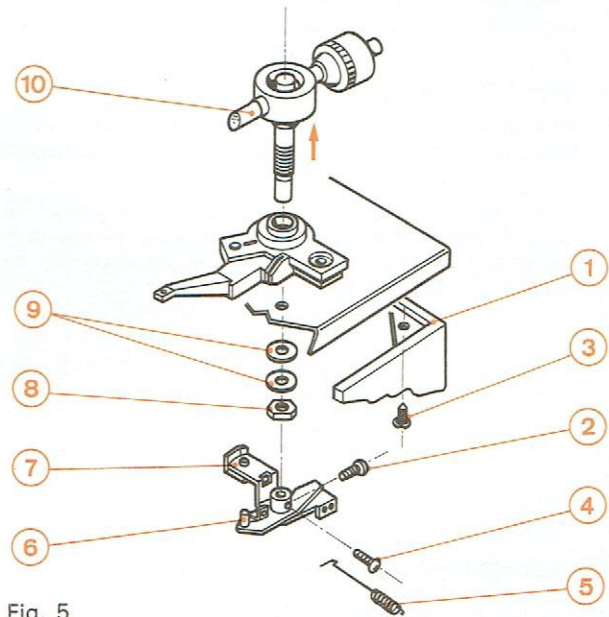

Fig. 5
- 1° – Placer la courroie d'entraînement (A) sur le tambour du plateau. Lors de cette opération, intercaler votre pouce entre le tambour et la courroie et veiller à ce que celle-ci ne soit pas vrillée.
- 3° – A l'aide de votre pouce, placer la courroie sur la poulie (B) du moteur.
C. DEMONTAGE DU BRAS DE LECTURE (Fig. 5)
- 2° – Enlever les quatre vis (3) et séparer la platine du coffret en bois (1).
- 5° – Dégager le ressort de compensation de force centripète (5) du levier (6).
- 6° – Desserrer les vis (2) et (4) et déboîter le levier (6).
- 7° – Retirer l'écrou (8) et les rondelles (9), puis enlever de son axe le bras de lecture (10).